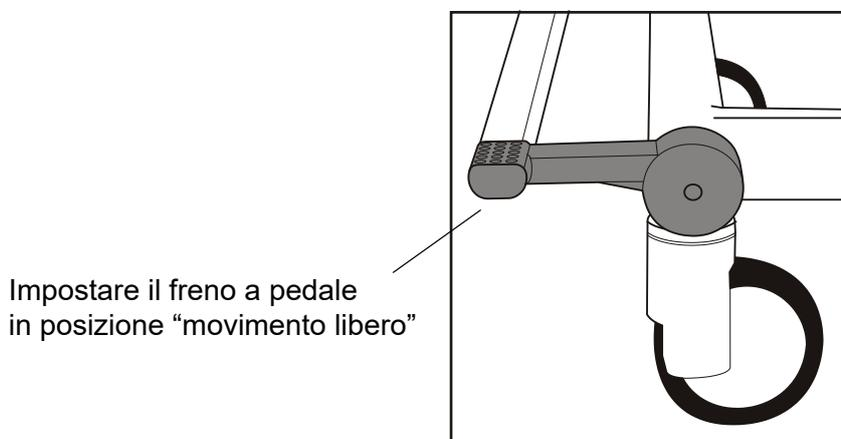

Fig. 6 - Posizione movimento libero
2. Controllare che i freni siano sbloccati e che i freni a pedale siano in posizione “movimento libero”. **(Vedere fig. 6).**